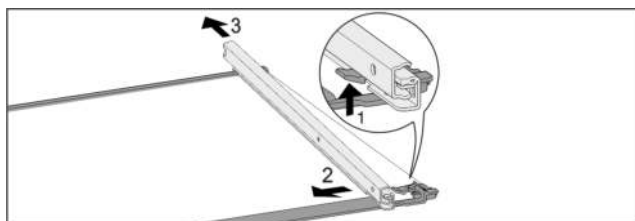

Fig. 104 Glasplatte mit Schienen
- Vordere Rasthaken nach oben drücken. *Fig. 104 (1)*
- Auszugsschiene zur Seite *Fig. 104 (2)* und nach hinten *Fig. 104 (3)* wegschieben.